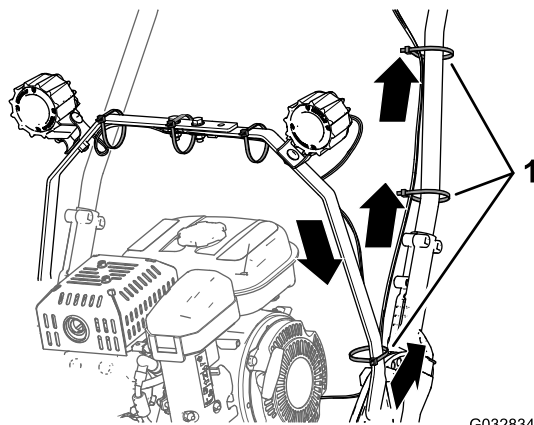

图10
1. 将 LED 灯具组件线束沿左灯条带布置，并穿过左把手管（图10）。
2. 将线束沿着左把手管向上布置到控制面板（图10）。
3. 如 图10 所示，用 3 条扎带将线束固定到左灯条带和把手管上。